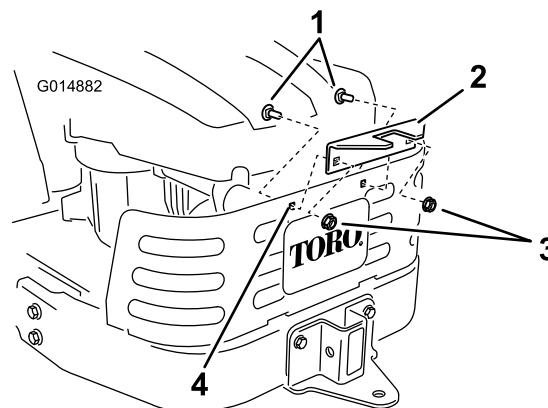

Figura 12
4. Montate il telaio del sistema di raccolta sulla staffa di supporto. Fissate il telaio del sistema di raccolta con un perno con testa (1/2 x 2-1/4 poll.) e una coppiglia (Figura 12).